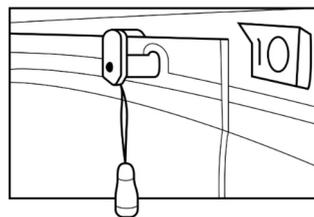

Рис.19
**Стеклянные двери.** Стеклянные двери изделия представляют собой раздвижную конструкцию; герметичность дверей обеспечивается за счет магнитного уплотнителя. Двери открываются и закрываются без усилий. Пожалуйста, не открывайте и не закрывайте двери с усилием во избежание повреждения кабины. В случае возникновения затруднений при открывании-закрывании дверей, смажьте направляющие роликов (нижний и верхний профили) силиконовой смазкой и отрегулируйте верхние ролики (рис.19)